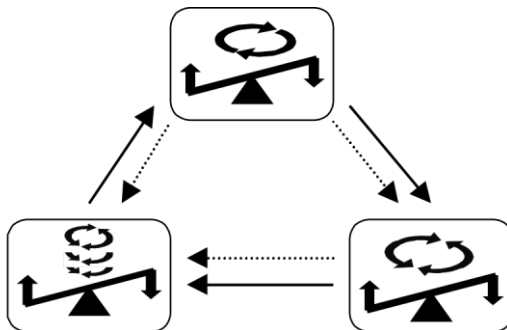

Fig.1. Cycle de mélange innovant
- tous les trois dans un cycle (Fig.1).